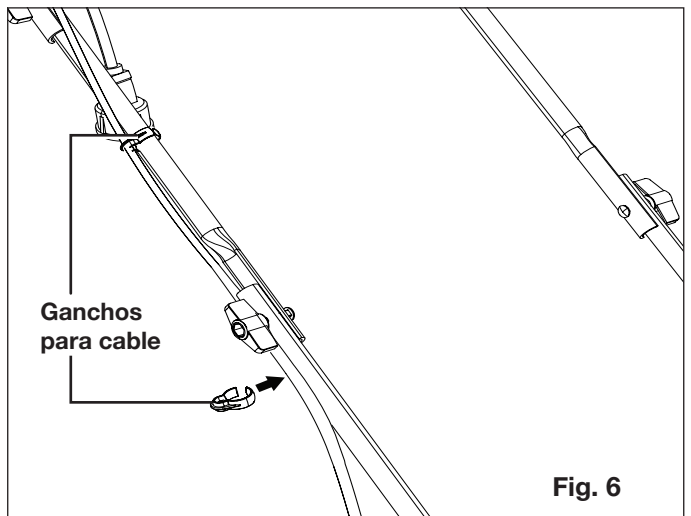

Fig. 6
5. Asegure el cable con los ganchos para cable a las barras intermedia e inferior derechas (Fig. 6).